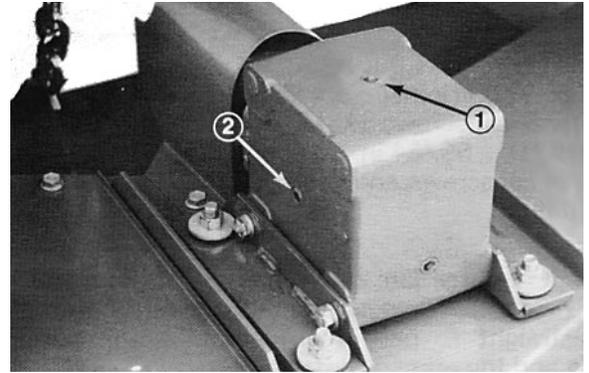

Bild 1
2. Die Prüfschraube aus der Seite des Getriebes entfernen und sicherstellen, daß der Ölstand die Unterseite des Lochs erreicht (Bild 1). Bei niedrigem Ölstand die Füllschraube aus der Oberseite des Getriebes entfernen und genug Öl nachfüllen, bis der Ölstand die Unterseite des seitlichen Lochs erreicht.